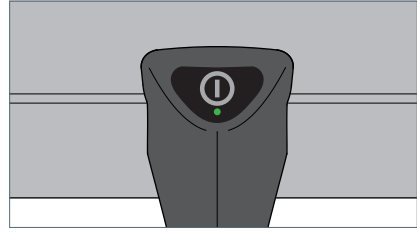

Fig. 6: Tecla.
- ▶ Pulse la tecla, véase Fig. 6.
- ▶ Pulse la tecla y manténgala pulsada, véase Fig. 6.
- Pulse la tecla dos veces consecutivas rápidamente, véase Fig. 6.